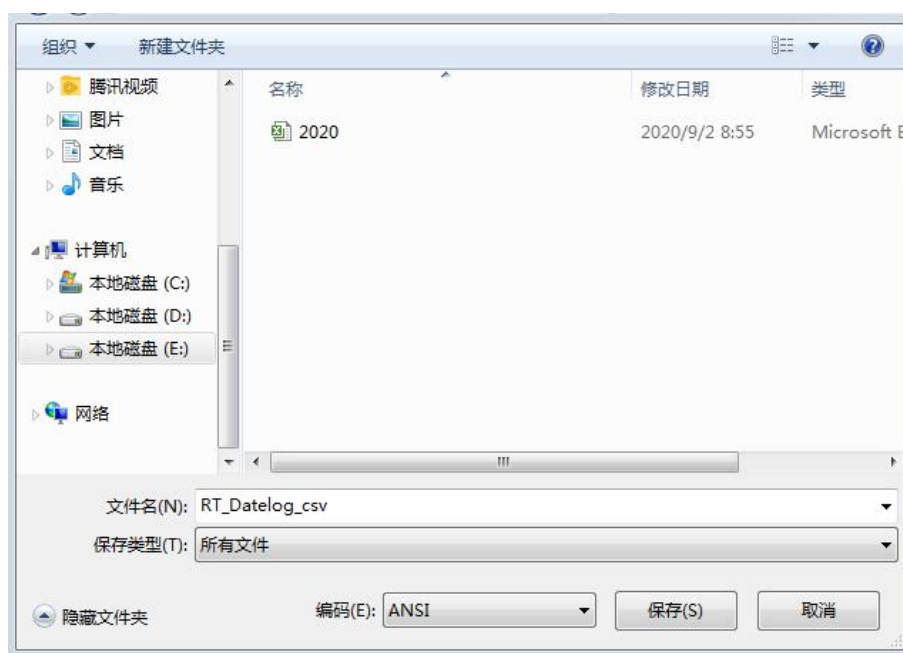

图 5.7-3: 保存数据记录
3.如果选择了“**Yes**”或者“**No**”，将会出现一个提示窗口，询问文件保存位置（图 5.7-3）